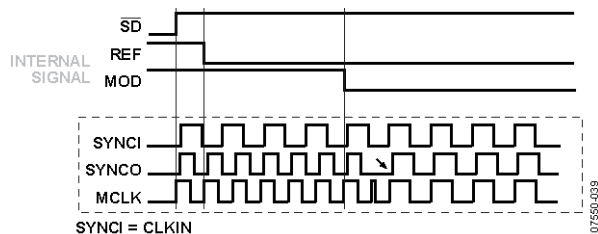

図 39.SYNCI = 外部クロック
- SYNCI = 外部クロック。SYNCO は、外部クロック信号からのバッファされたクロック出力になります。内部変調器検出信号が解除された 1 クロック・サイクル後の、バッファされた最初の出力信号が SYNCO 上で開始される前に、MCLK 上に異常パルスが現れます(図 39 参照)。